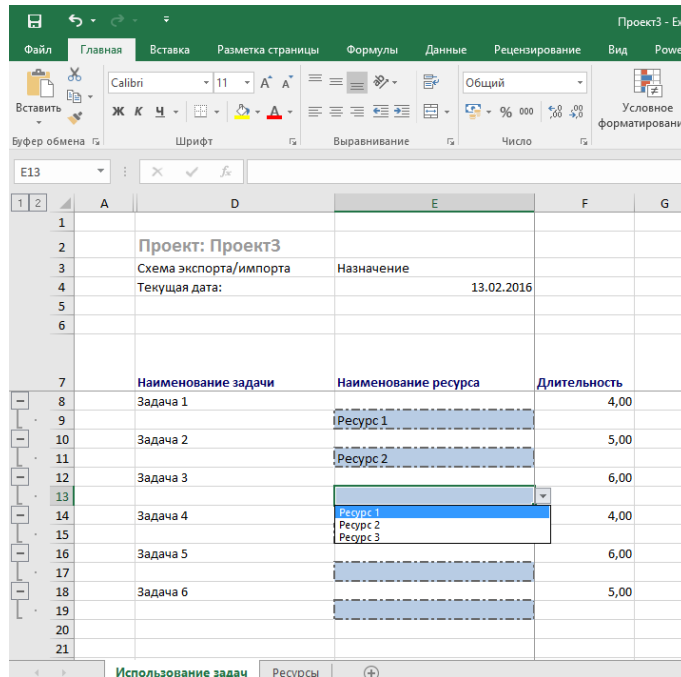

Рисунок 5.40 – Назначение ресурсов с помощью надстройки PlanBridge
1.2. Руководитель ресурсов. Но как быть в ситуации, когда он должен выполнить назначение, не предоставляя ему доступ к файлу проекта? Можно выслать ему в Excel файл, а можно воспользоваться надстройкой PlanBridge (см. рисунок 5.40).